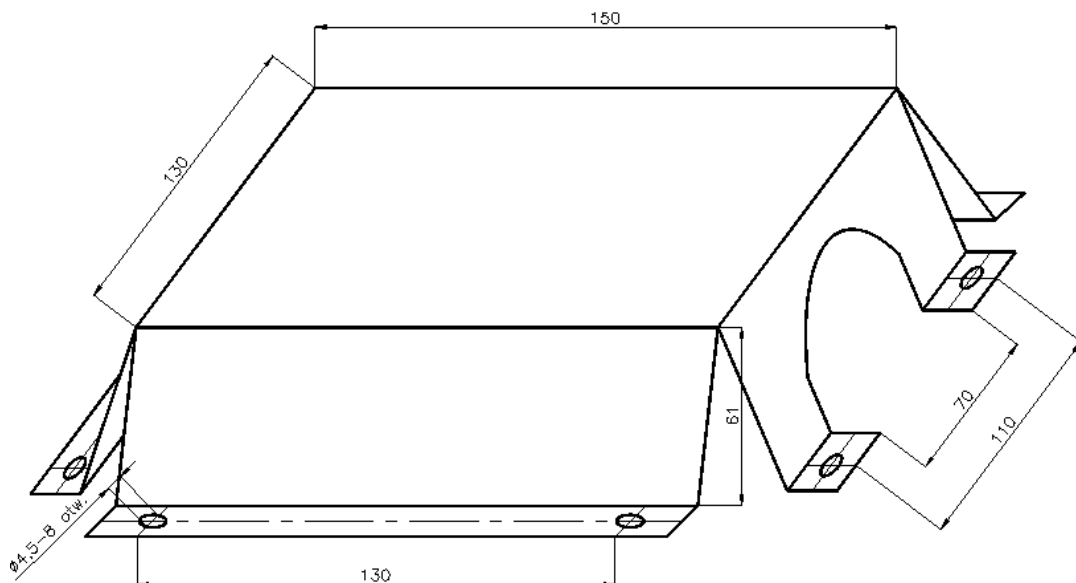

Bild 2. Abdeckung Ansaugstutzen
- Bild.2. Abdeckung Ansaugstutzen.